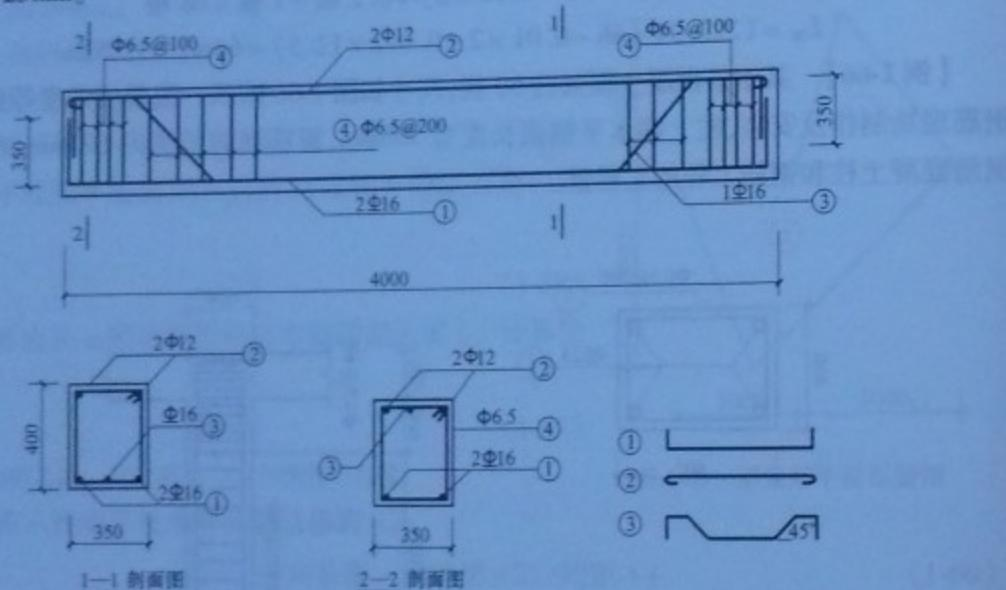

图 1-67 现浇 C20 钢筋混凝土矩形梁
**【例 1-67】**根据图 1-67 计算 8 根现浇 C20 钢筋混凝土矩形梁的钢筋工程量, 混凝土保护层为 25mm。